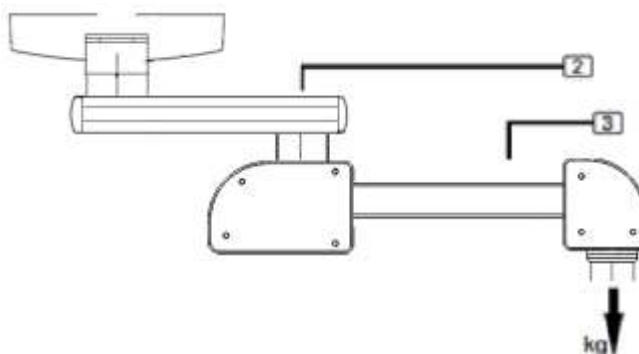

Abb. 18 Lastangriffspunkt
Die maximale Tragfähigkeit ist das maximale Gewicht, das der Arm oder die Armbaugruppe tragen kann. Im Beispiel in Abbildung 18 ist eine Konfiguration mit einem Auslegerarm (2) und einem motorisierten Arm (3) zu sehen. Die maximale Last wird auf die vertikale Achse berechnet, um die sich der Servicekopf dreht.